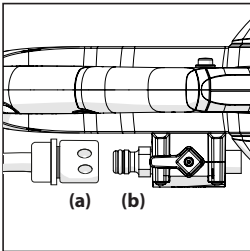

Rys. 5
- Obrócić osłonę do optymalnej pozycji za pomocą uchwyty obrotu. (Rys. 5)